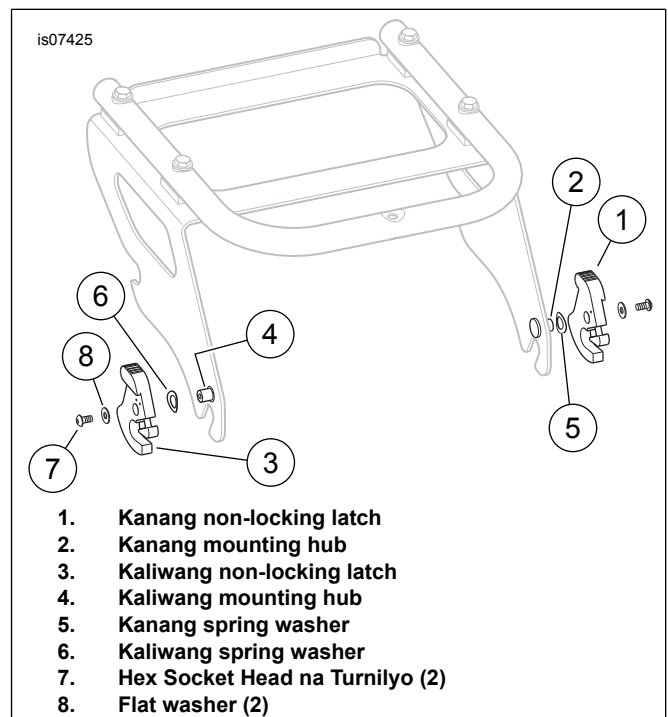

Figure 1. Latch Swap (Ipinakikita ang Kumpigurasyon Bago ang Swap)
1. Tingnan ang Figure 1 . Alisin ang kanang non-locking latch (1). Iwanan ang kanang spring washer (5) sa kanang mounting hub (2).
2. Alisin ang kaliwang non-locking latch (3). Iwanan ang kaliwang spring washer (6) sa kaliwang mounting hub (4). Ikabit ang kaliwang non-locking latch (3) sa kanang mounting hub (2).
3. Ikabit ang kanang non-locking latch (1) sa kaliwang mounting hub (4).